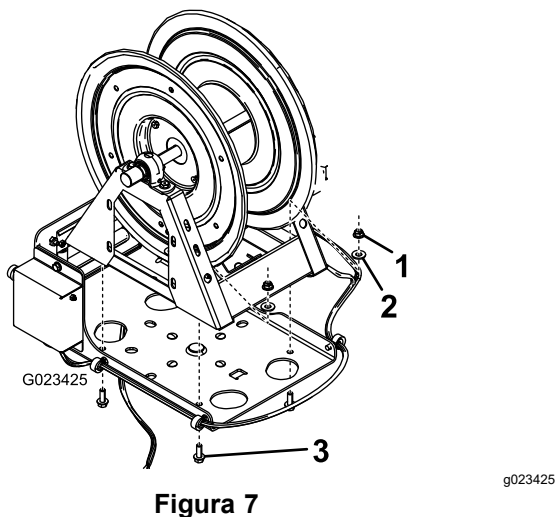

Figura 7
7. Sujete el carrete de la manguera al soporte giratorio con 4 pernos cortos (3/8"), 4 arandelas pequeñas y 4 tuercas con arandela prensada (3/8"), según se muestra en Figura 7.